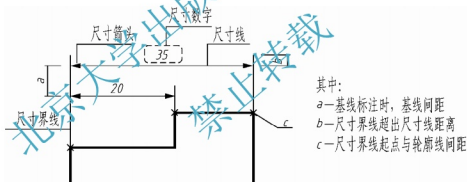

图 6-1 尺寸标注的组成
尺寸标注由尺寸界线、尺寸线(含箭头)和尺寸数字(含符号)组成(图 6-1),其标注不同行业各有不同要求。在 AutoCAD 中,尺寸样式控制尺寸标注的格式和外观,在标注尺寸之前,用户应根据国家标准进行尺寸样式设置,以便快速指定标注格式,确保标注符合行业或工程标准。
如图 6-1 所示,机械制图中尺寸标注的基本要求如下。
- (1) 尺寸界线:用细实线绘制,可由轮廓线、轴线或对称中心线处引出,也可利用轮廓线、轴线或对称中心线作尺寸界线。图 6-1 中代号 $c=0$ 。
- (2) 尺寸线和箭头:用细实线绘制,其终端有箭头和斜线两种形式,在机械图样中尺寸线终端主要采用箭头的形式;且尺寸界线超出尺寸线距离 $b=1\sim 2\text{mm}$ 。
- (3) 尺寸数字:字高 ≥ 3.5 、长仿宋字体。
- (4) 两平行尺寸线间距 $a\geq 7$ 。
- (5) 标注角度时,角度数字一律水平书写。